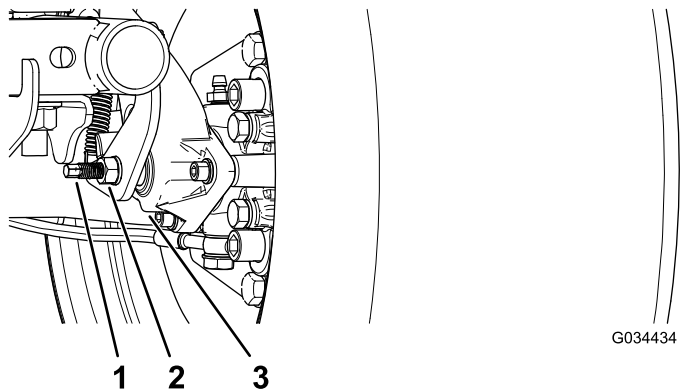

Figura 56
3. Con 2 llaves, sostenga en su sitio el poste de ajuste en la pinza con 1 llave y afloje la contratuerca 1/4 de giro con la otra llave (Figura 56).
4. Mientras sostiene el poste de ajuste y la contratuerca en su sitio, gire el poste hacia dentro para apretarlo (Figura 56).
5. Mientras sostiene el poste de ajuste y la contratuerca en su sitio, retroceda atrás 1/4 de giro (Figura 56).
6. Mientras sostiene el poste de ajuste y la contratuerca en su sitio, apriete la contratuerca (Figura 56).